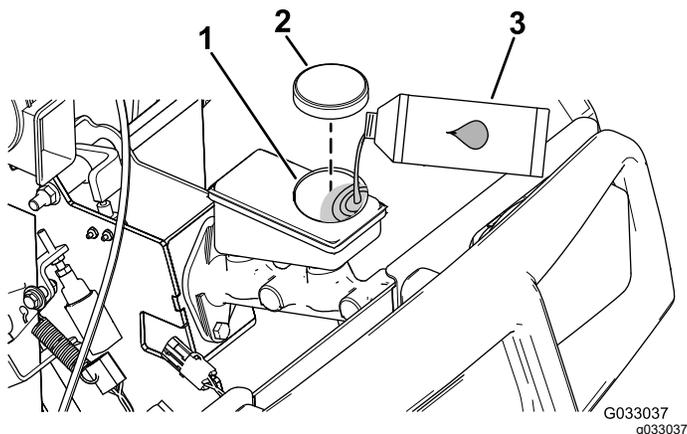

Рисунок 67
4. Поднимите капот, чтобы получить доступ к главному тормозному цилиндру и бачку (Рисунок 67).
- A. Очистите область вокруг крышки бачка и снимите крышку (Рисунок 67).
- C. Установите на место крышку бака (Рисунок 67).